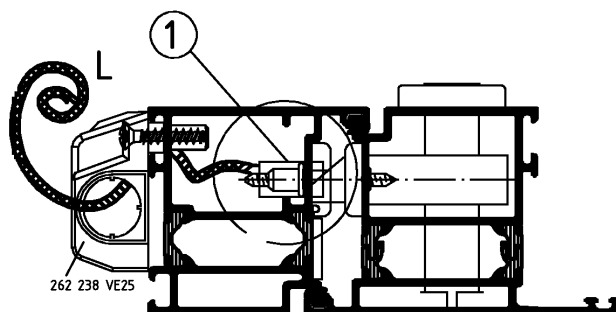

Bild 6. Riegelschaltkontakt (1) und Anschlussdose (A) fertig montiert
- Montieren Sie den Hebelschalter am Schließblech und bohren Sie in etwa auf Höhe des Riegelschaltkontakt die Leitungsauslassbohrung $\varnothing 12 \text{ mm}$. (Bild 6)
Um Beschädigungen der Leitung durch z.B. Mauerdübel zu vermeiden, verlässt die Leitung auf Höhe des Riegelschaltkontakt den Blendrahmen. Bohren Sie deshalb die Leitungsauslassbohrung auf gleicher Höhe. (Bild 6)
- Der Riegelschaltkontakt ist fertig eingebaut und mit dem Beispiel einer Anschlussdose (A) dargestellt. (Bild 6) Die Anschlussdose (A) ermöglicht ein bauseitiges Anschließen eines Leerrohres M20 und somit eine einwandfreie Leitungsführung.